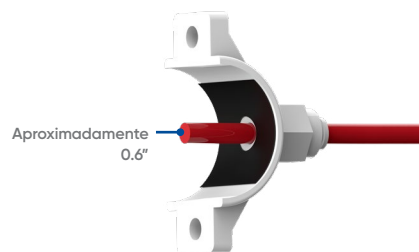

FIGURA 5
5. Fija con un clip azul de bloqueo pequeño para asegurar la conexión (Figura 5).